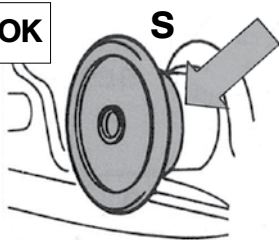

Abb. 4
- Sicherungsgriff (**S**) herausziehen (s. Abb. 4)
- Der Sicherungsgriff (**S**) muss nach dem Einkuppeln ganz an seiner Sicherungshülse anliegen! (s. Abb. 4)
- Sicherungsgriff (**S**) ziehen (s. Abb. 4) und Handhebel nach oben drücken